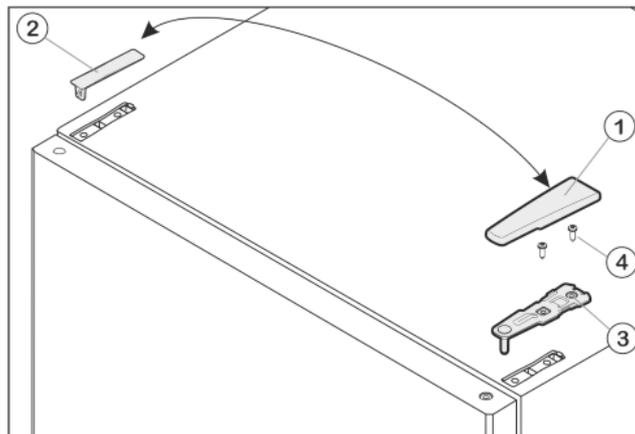

Fig. 8
- ▶ Потяните крышку Fig. 8 (1) вперед и вверх.
- ▶ Снимите крышку Fig. 8 (2).
- ▶ Открутите верхний опорный кронштейн Fig. 8 (3) (2 шт. Torx® 25) Fig. 8 (4) и вытяните вверх.
- ▶ Установите верхний опорный кронштейн Fig. 8 (3) на новой стороне шарнира и защелкните в дверце.
- ▶ Привинтите верхний опорный кронштейн (**с моментом 4 Нм**) (2 шт. Torx® 25) Fig. 8 (4). При необходимости сделайте отверстия или используйте аккумуляторную отвертку.
- ▶ Наденьте и защелкните крышку Fig. 8 (1) и крышку Fig. 8 (2) на противоположной стороне снаружи.